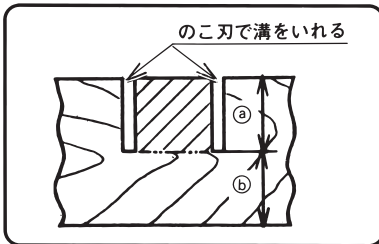
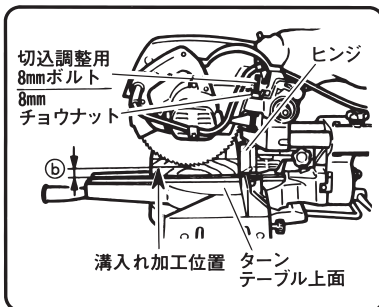

図 35
図 36
- (1) のこ刃が希望の深さで止まるよう下限位置を調整すると図35に示すような溝加工ができます。のこ刃で溝を加工したのち、斜線部はのみ等でとってください。
- (2) のこ刃の下限位置調整は、8mmチョウナットをゆるめ、切込調整用8mmボルトをまわして上下させ、切込調整用8mmボルト頭部をヒンジに突き当てることによりおこなえます。（図36）のこ刃とターンテーブル上面との感覚を図35⑥寸法にセットします。調整後は、8mmチョウナットを確実に締め固定してください。